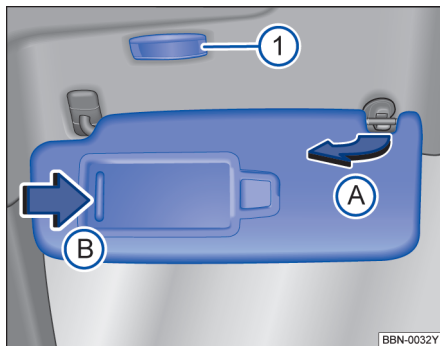

图 127 遮阳板。
- 用一只手按压旋转轴的一端，用另一只手的拇指按压卡扣的上端，并用其它的手指将遮阳板倾斜上抬，并缓缓取出，否则容易造成上方固定点的损坏 → 图 127(A)。